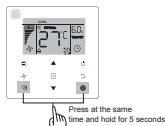

Figura 6.15
- 2) Attivare "Seguimi": Quando la funzione "Seguimi" è disattivata, premere i pulsanti  (Oscillazione) e  (Conferma) contemporaneamente e tenerli premuti per 5 secondi per avviare nuovamente la funzione "Seguimi" e visualizzarne il simbolo "  " (vedere la figura 6.15).